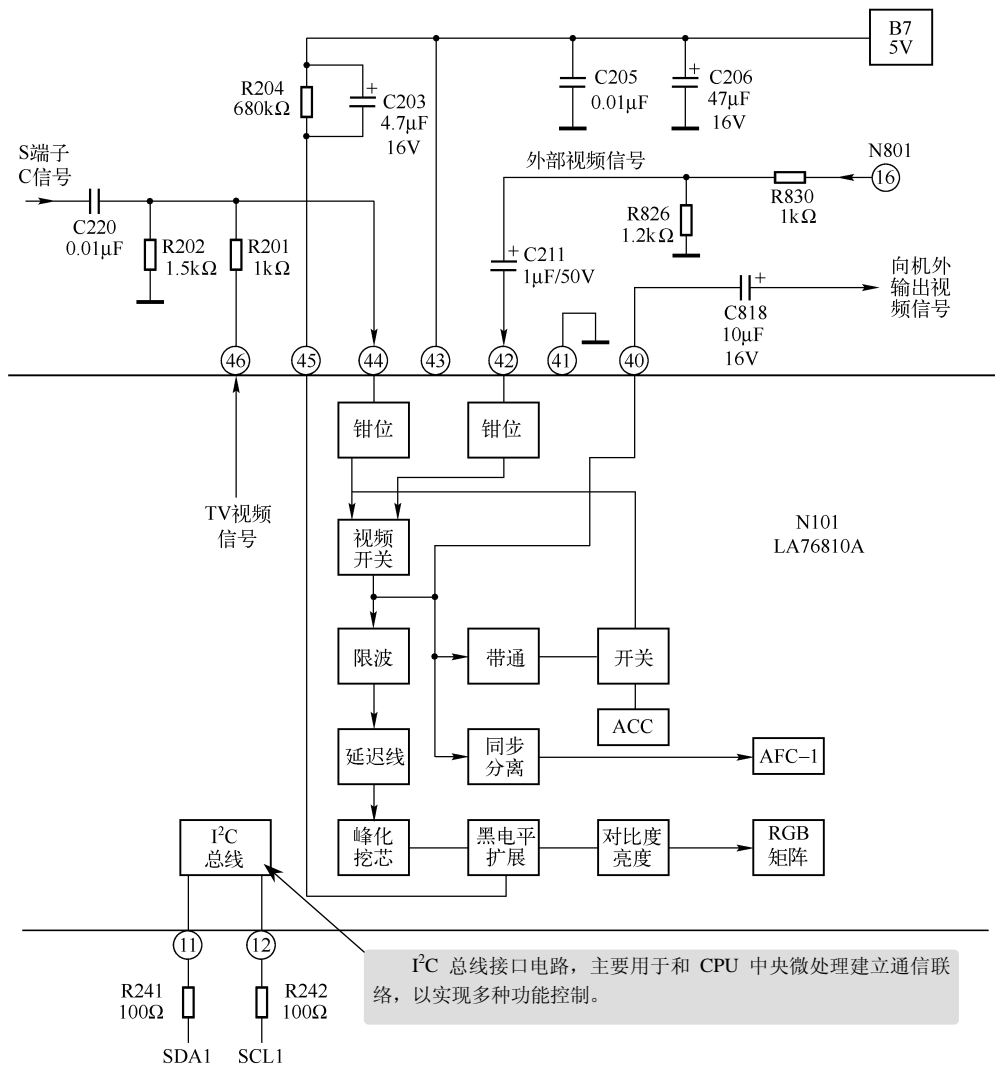

图 4-9 视频信号处理电路原理图
LA76810A ④脚内部进行亮度信号处理和色度解码。其电路原理图如图 4-9 所示。亮度信号处理和色度解码是彩色电视机整机线路中的重要组成部分。
LA76810A 的④脚主要用于黑电平扩展电平设置,其内部与黑电平扩展电路相接,外部通过由 R204、C203 并联组成的钳位电路与+5V 电源相接,见图 4-9。